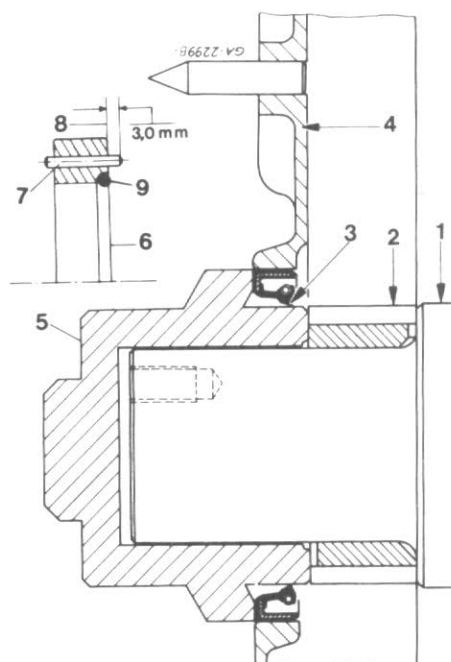

Figure 76/77
Contrôlez les fissures et la déformation du couvercle avant. Remplacez le joint (3), fig. 76, le joint torique (9) et l'entretoise (6) à chaque fois que l'on démonte le couvercle avant.
NOTE: Montez des éléments neufs avec le couvercle en place. Voir fig. 76.
2. Avant montage, huilez les lèvres (3) fig. 76/77. La cage externe du joint doit être sèche lors de l'emmanchement.
3. Orientez la lèvre (3) côté huile. Utilisez l'outil (5) pour avoir la profondeur correcte et une assise perpendiculaire par rapport au vilebrequin.
4. Placez le joint (9) sur le vilebrequin contre le pignon (2).
5. Montez le pion de centrage (7) dans l'entretoise (6) en respectant la cote (8).